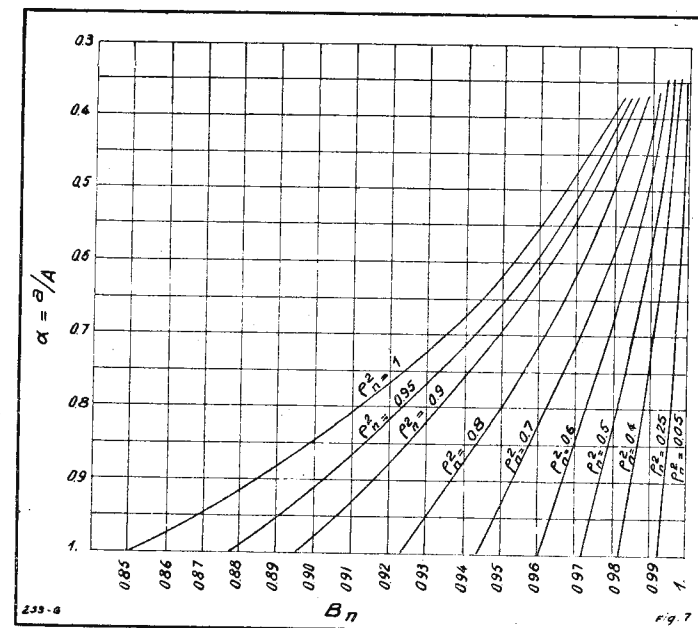

Fig. 7 - Mediante l'abaco di questa figura si può ricavare il coefficiente  $B$  utile alla formula di calcolo delle bobine accoppiate (vedi testo).
2° Si calcolano i coefficienti  $B_1, \dots, B_4$  servendosi dell'abaco di fig. 7, dovuto a Pollack (bibliografia, n. 5).
2) Mediante l'abaco di fig. 7 si ricava allora: